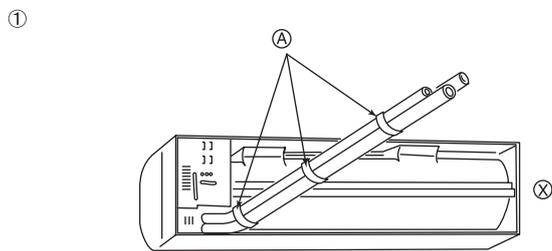

Fig. 3-4
- ① Στερεώστε τη βίδα και στρίψτε την μία στροφή.
- ② Το αλφάδιασμα μπορεί να γίνει εύκολα αναρτώντας ένα βάρος σε ένα σχοινί και ευθυγραμμίζοντας το σχοινί με το σημάδι.
① Σωλήνες στο πίσω, δεξιά και χαμηλότερο μέρος (Fig. 3-4)